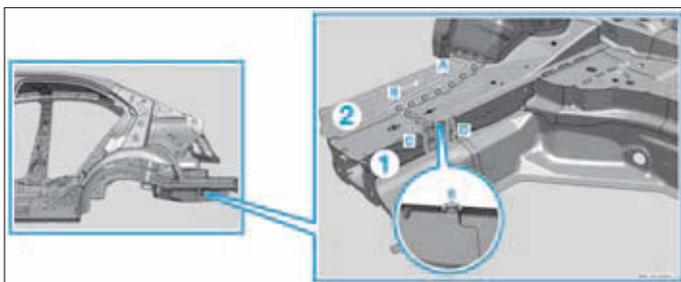
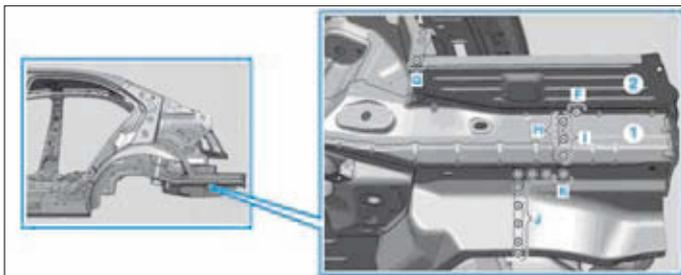

FIG. 181
FIG. 182
- Dépointer et fraiser les points de soudure dans les zones (A jusqu'à K) (Fig.181) et (Fig.182) :
- sur le longeron arrière (1),
- sur la tôle de fermeture (2).